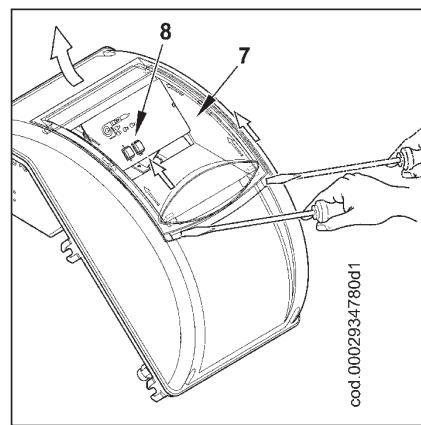

图4
- 为盖上电控箱的盖子，必须以约 5 Nm 的扭矩拧紧 4 个螺丝 (1)，以保证正确密封。此时，为了能够操作控制面板 (8)，需用工具（比如扳手）以轻微的压力按照图 4 箭头的方向旋转，释放玻璃门 (7)，使其滑过很短的距离并把它与盖板分开。